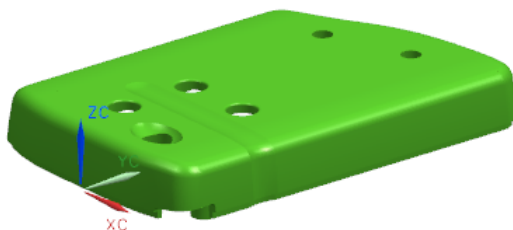

图 5-55 要分型设计的产品
(2) 对如图 5-55 所示的壳件产品进行分型设计，源文件路径和文件名为...\Exercise\ch5\exercise_5_3\exercise_5_3.prt。